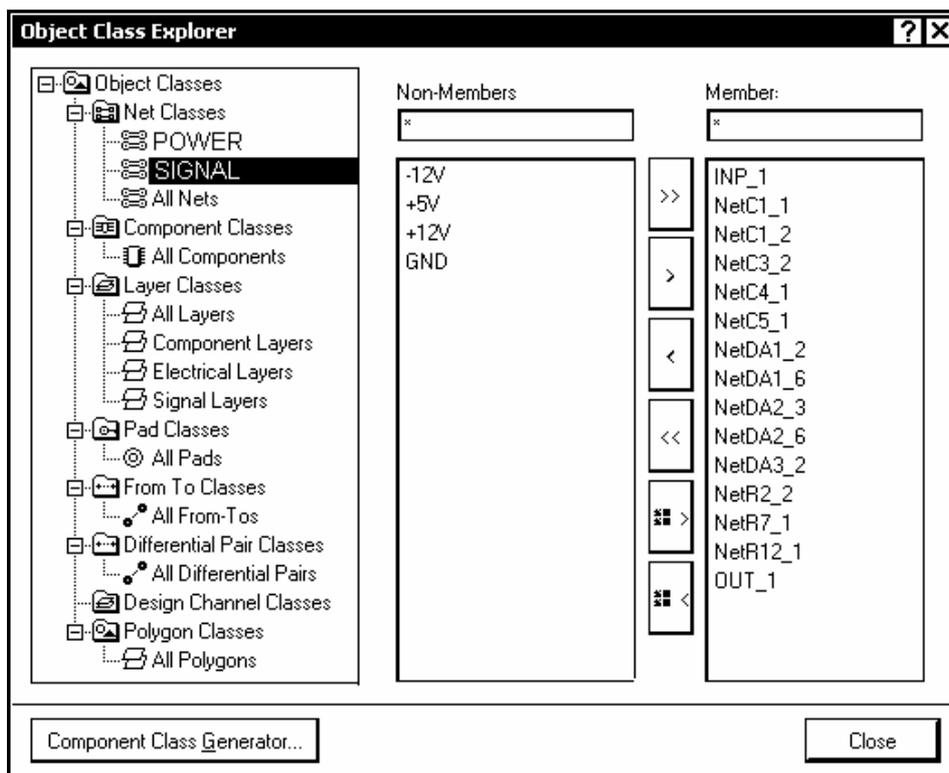

Рис. 6.3
1. Активизировать команду главного меню программы Design>>Classes. Открывается диалоговое окно управления классами объектов Object Class Explorer (рис. 6.3). В левом поле окна изображено дерево классов с корневым узлом Object Classes. Дерево классов содержит узлы:
На рис. 6.3 показан результат группировки сигнальных цепей нашего аналогового функционального узла в класс Signal.